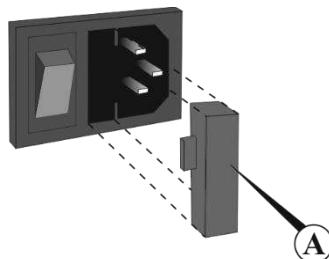

Рисунок 6. Держатель предохранителя
- 7.4. **Замена предохранителя.** Отсоедините прибор от сети и сетевой кабель из разъема на задней панели прибора. Откройте держатель предохранителя (рис. 6/A), выдвинув его. Проверьте предохранитель и при необходимости замените, M 1 A для LMC-3000 и M 6.3 A для LMC-4200R (тип **M** - time lag: **Medium**).